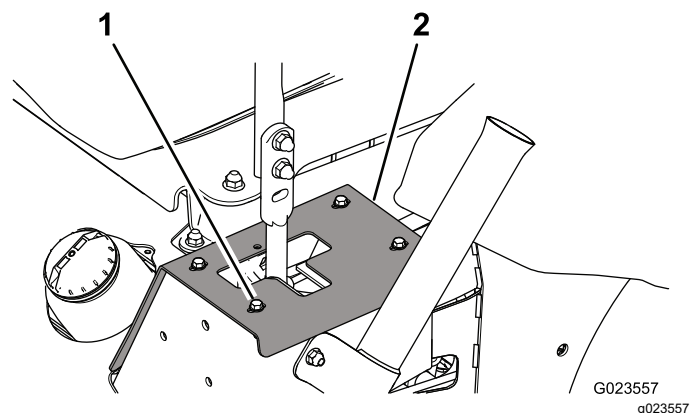

Рисунок 61
2. Чтобы получить доступ к монтажным болтам демпфера, выверните болты крепления упорных пластин к раме (Рисунок 61).